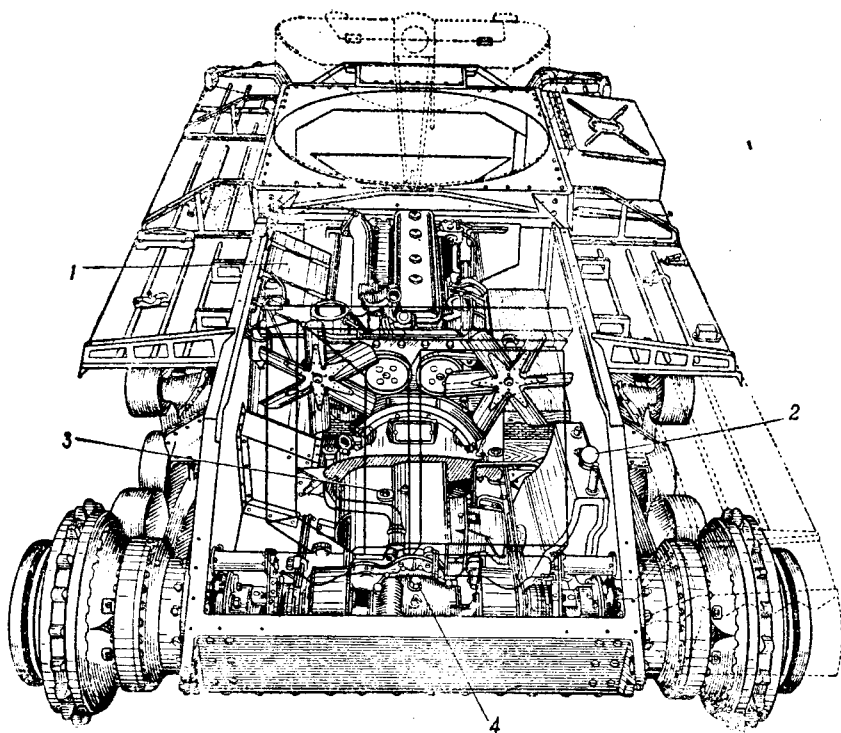

Рис. 3. Моторное и трансмиссионное отделение танка с двигателем GMC 6004:
3. Выверни пробку 1 заливного отверстия топливного бака (рис. 3) и через воронку с сеткой залей топливо до уровня сетчатого фильтра (сетчатый фильтр при заливке из заливного отверстия не вынимать).
2. Протри снаружи пробку 2 (рис. 3) заливного отверстия.